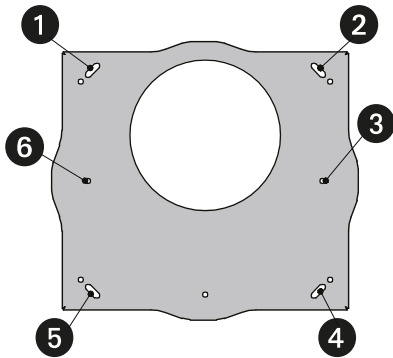
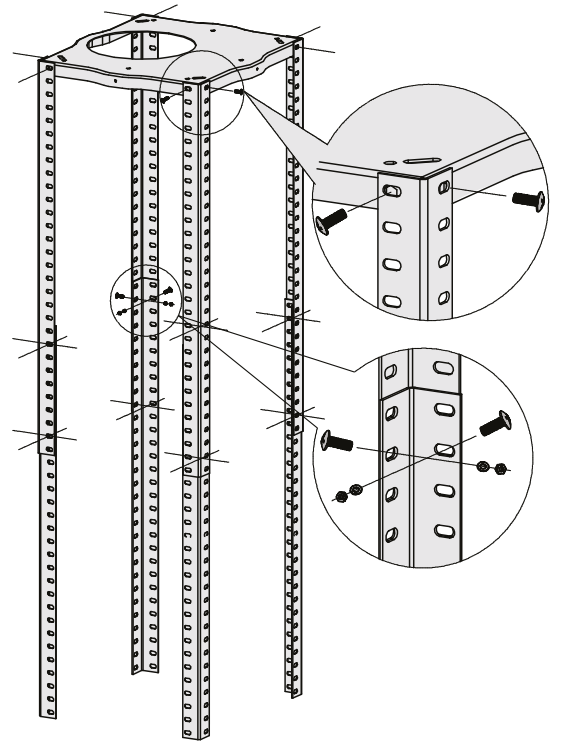

Figure 25-1
Figure 26
- Suspender le support au plafond à l'aide de six (6) boulons à coquille d'expansion pour béton, ou 11 vis de montage et 11 brides d'ancrage pour bois (voir les figures 25-1 ou 25-2).
- Fixer les ferrures de fixation en angle au support de montage du plafond à l'aide de huit (8) vis M5 × 10.
- Positionner les ferrures à la longueur désirée et les fixer en place à l'aide de 16 vis M5 × 10, 16 écrous et 16 rondelles (voir la figure 26).